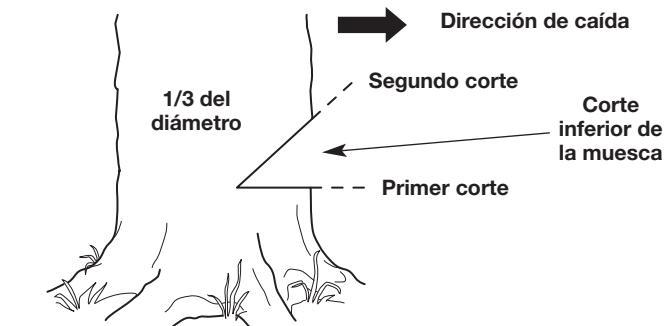

Fig. 12
1. Haga un corte horizontal en el tronco del árbol (Fig. 12). El corte debería ser de aproximadamente $\frac{1}{3}$ del diámetro del árbol y cerca del suelo. Para evitar que el peso de la madera comprima la barra guía, siempre haga este corte en primer lugar.
2. Haga un corte a 45° en el tronco del árbol, arriba del primer corte (Fig. 12). Continúe cortando hasta que los dos cortes se unan.